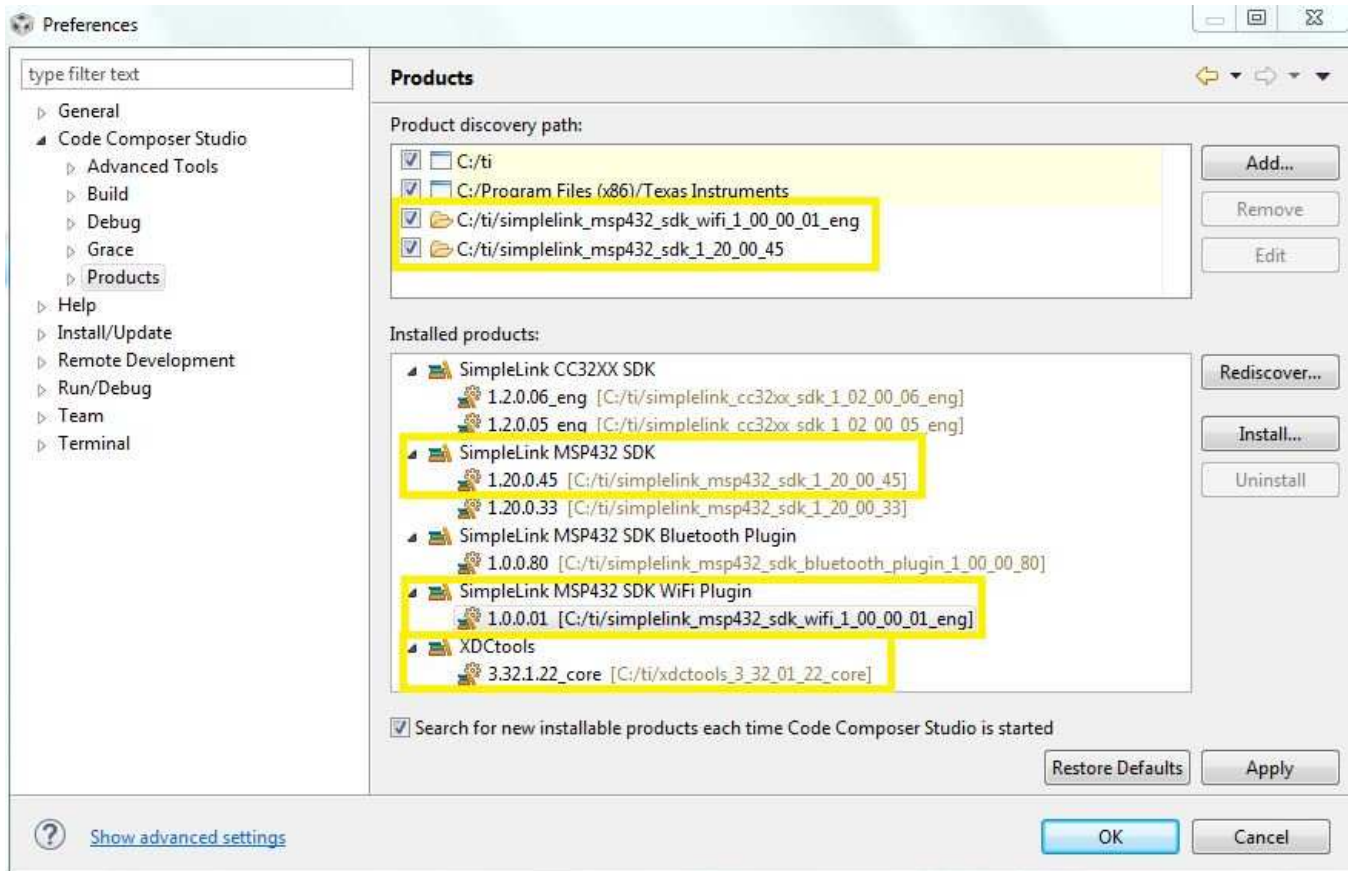

图 18. CCS™ 安装的产品
1. 选择窗口 (Window) → 首选项 (Preferences) → Code Composer Studio → 产品 (products) (请参见图 18)。